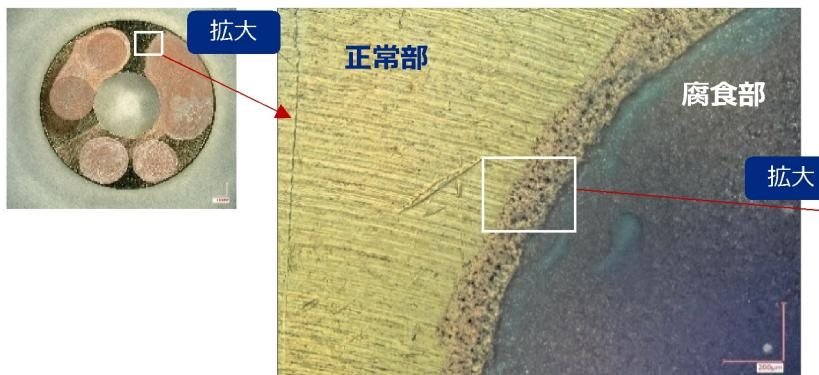

Fig.2 腐食部と正常部の境界
■ 腐食させた部分は亜鉛の腐食により白色の腐食生成物が見られます。デジタルマイクロスコープで観察すると、腐食部と正常部の境界には浸食された痕跡が見られます(Fig.2、3)。